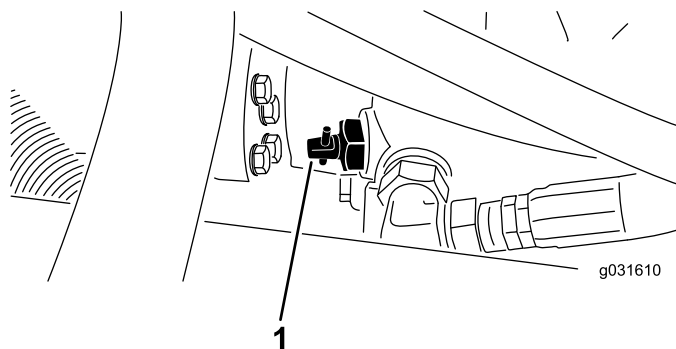

Figura 29
1. Localize a válvula de derivação na bomba e rode-a 90° (Figura 29).